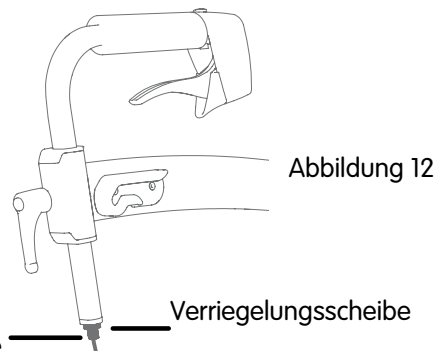

Abbildung 12
2. Einstellung oben (Abbildung 12)